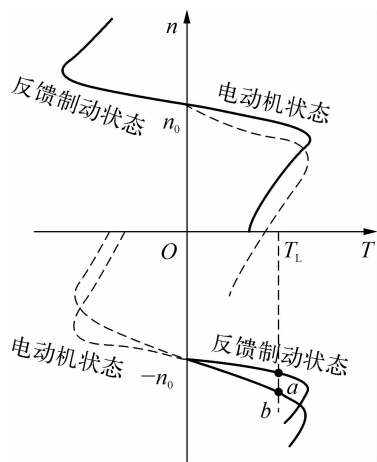

图 2-30 反馈制动
(1) 产生条件 电动机的运行速度高于同步转速。此时 $S < 0$, 电机进入发电状态, 电能反馈给电网。
(2) 运行状态
① 位能转矩负载的起重机在下放重物时的反馈制动状态。可使重物匀速下降, 如图 2-30 中 a 点。 b 点是改变转子外接电阻后的稳定工作点。
② 多速电动机和变频调速电机的同步速突然降低时的反馈制动状态。